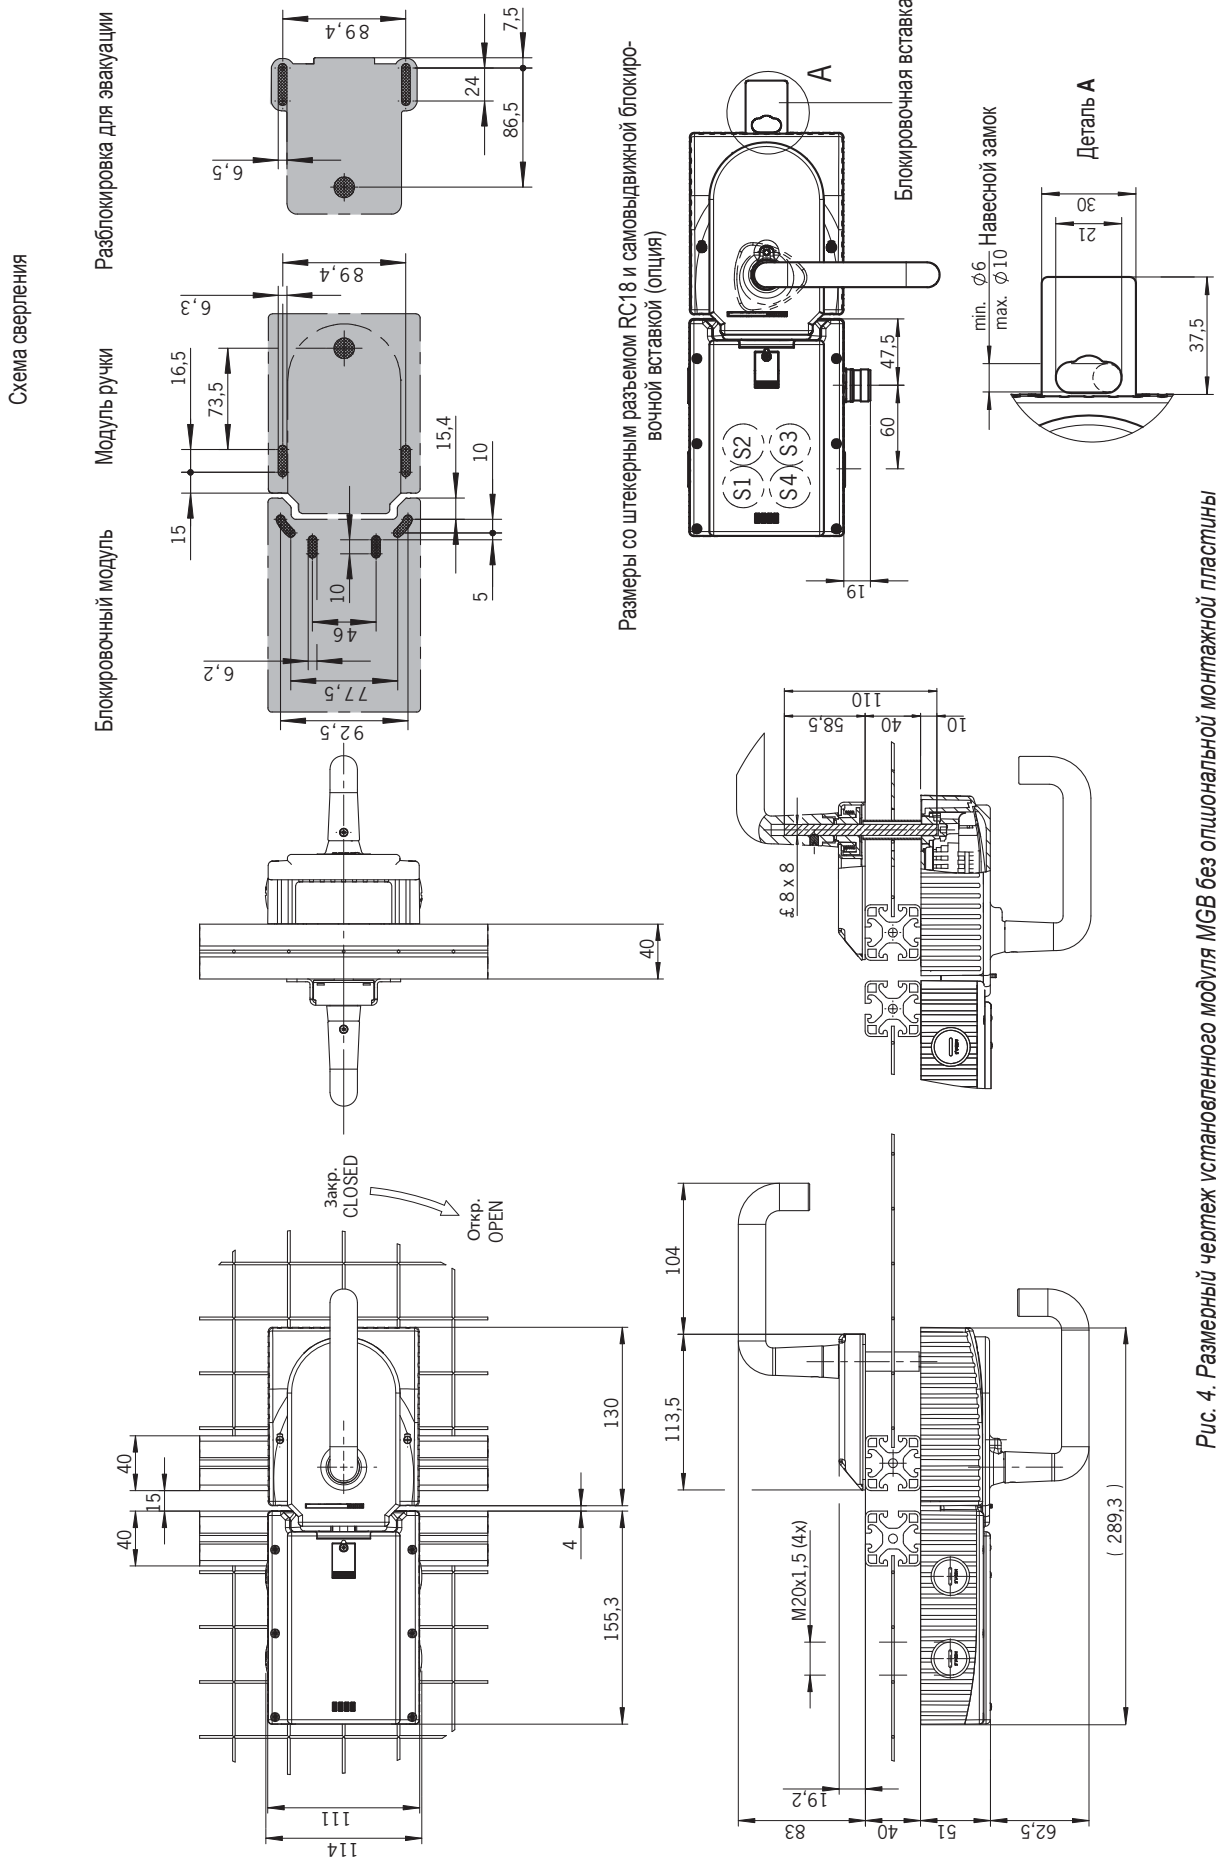

Рис. 4. Размерный чертеж установленного модуля MGB без опциональной монтажной пластины
- Выровнять ось разблокировки для эвакуации под прямым углом к модулю ручки. См. рис. 4 и 8.